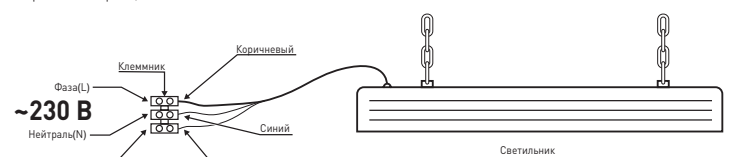

Рис. 1. Схема подключения светильника к сети 230В.
3.3.2. Этот провод необходимо подключить к проводу источника питания с помощью клеммника в соответствии со схемой, изображенной на рис.1;